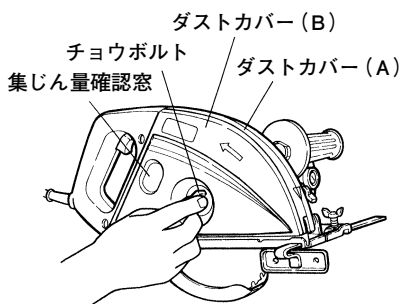

図 15
- (1) チョウボルトを左に回してゆるめ、取りはずします。(図 15)